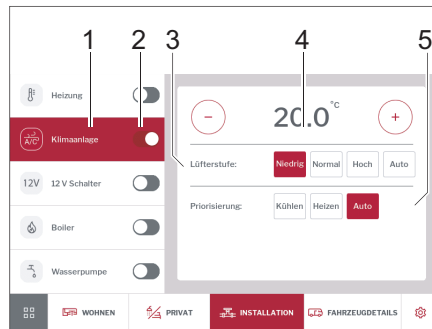

Fig. 287 Climatisation
- Activer ou désactiver la climatisation à l'aide de l'interrupteur coulissant (Fig. 287,2).
- Appuyer sur la touche *Climatisation* (Fig. 287,1). Le bandeau de commande de la climatisation s'affiche.
- Utiliser les touches Plus et Moins pour régler la température souhaitée de l'habitacle (Fig. 287,4).
- Définir l'ordre des priorités souhaité (Refroidissement/Chauffage/Auto) (Fig. 287,5).
- Sélectionner la vitesse de ventilateur (Fig. 287,3).